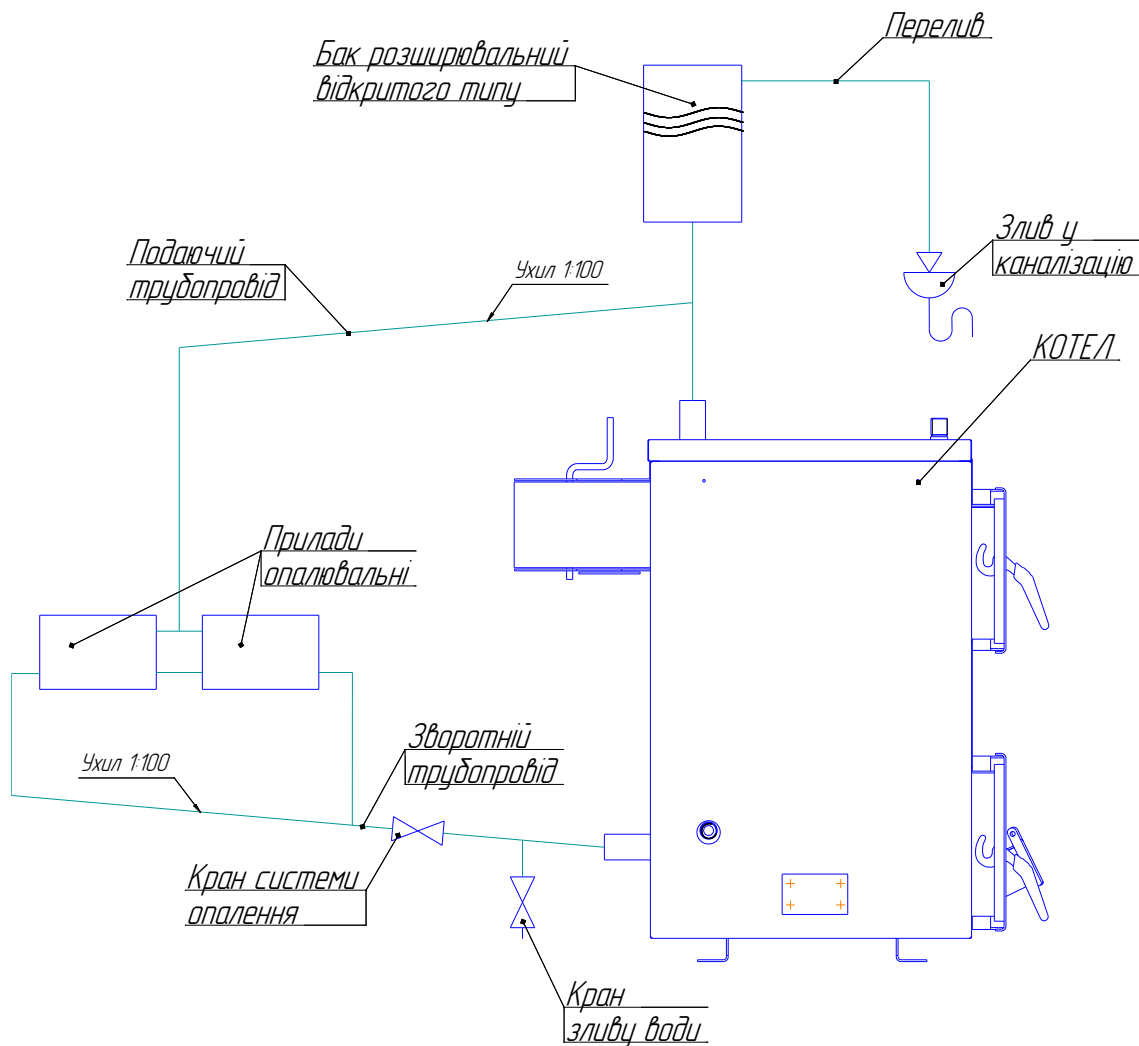

Рисунок 2 – Схема відкритої системи водяного опалення
3.1 Котел (рис. 2) являє собою збірно-зварну конструкцію, що складається з камери згоряння і корпусу котла (теплообмінника).
5.14 Для повного злиття води з системи в самій нижній її точці необхідно встановити кран зливу води (рис. 2 і 3), можлива заміна на різьбову пробку.
5.15 Перед початком експлуатації система заповнюється водою із водопроводу через кран зливу води (рис. 2 і 3) знизу вгору, до початку переливу з розширювального баку. Доливати воду в систему можна через воронку.
6.10 Під час експлуатації температура гарячої води в котлі в котлі повинна підтримуватися не вище 90°C . У випадку, якщо в зимовий період необхідно зупинити опалення не термін вище ніж добу, необхідно повністю видалити воду із системи через кран зливу води (рис. 2 і 3) для запобігання розморожування системи.